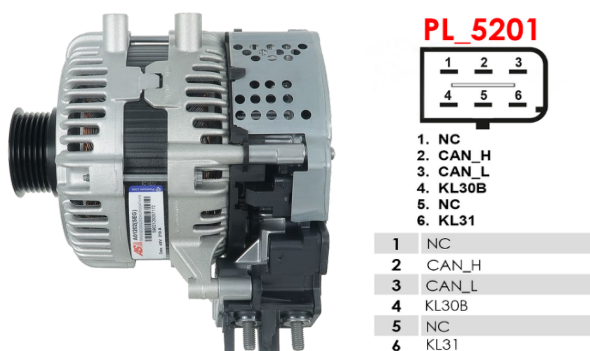

Figura 26. Arrancador-generador L1TA-11238 y designación de terminales en el conector
1.1. Como ejemplo, en la **figura 26** y en la tabla se muestra el esquema de conexión del **arrancador-generador de 48 V L1TA-11238**.